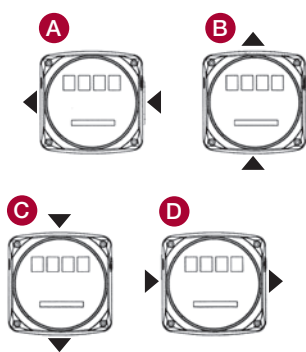

FIG 2
- The meter is supplied in the standard configuration B (fig. 2). The meter and cover can be rotated by 90° to 90° in respect to the body in order to carry out the other three (A, C, D) configurations.
- Mätaren levereras som standard i position B (fig 2.) Mätaren kan roteras i steg om 90° i förhållande till huset för att uppnå positionerna A, C och D.